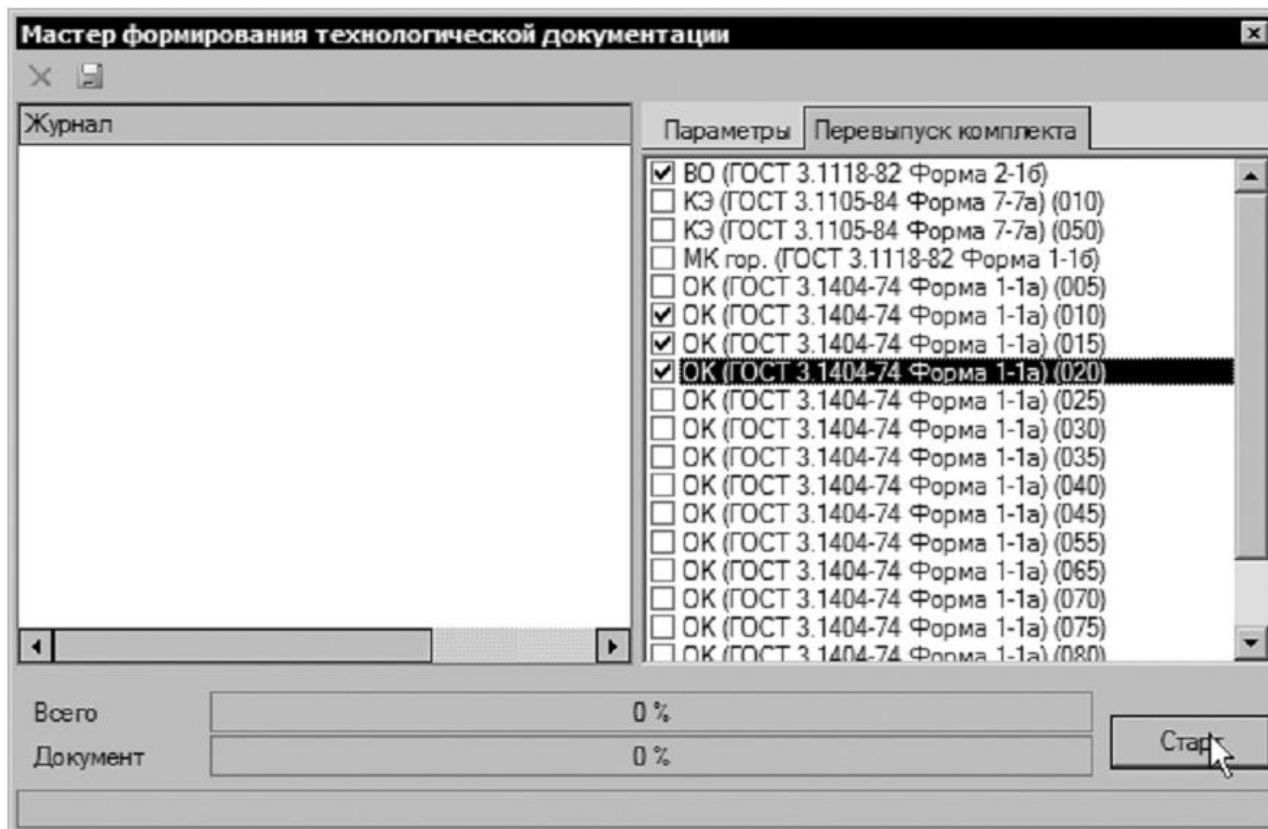

Рисунок 4
15. Перейдите на вкладку Комплект карт и нажмите кнопку Формировать.... В открывшемся окне Мастера формирования технологической документации установите галочки напротив документов, требующих перевыпуска. В нашем случае это ОК (ГОСТ 3.1404-86 форма 3-2а) для операций 010, 015 и 020 (рис. 4) и нажмите кнопку Старт.